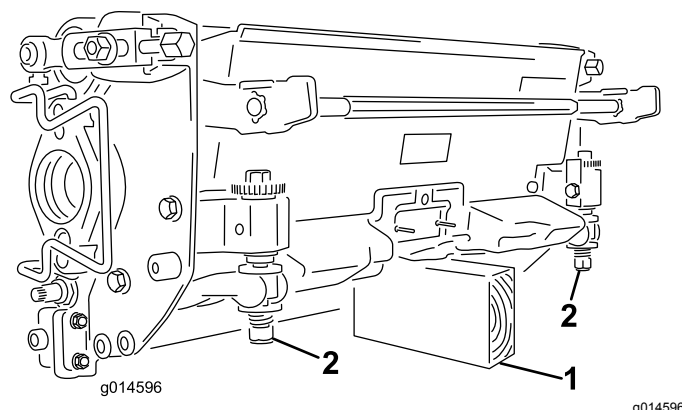

Рисунок 9
**Внимание:** Если режущий блок следует наклонить для доступа к неподвижным ножам и барабану, подоприте заднюю часть режущего блока, чтобы гайки на заднем конце винтов регулировки неподвижных ножей не опирались на рабочую поверхность. (Рисунок 9).